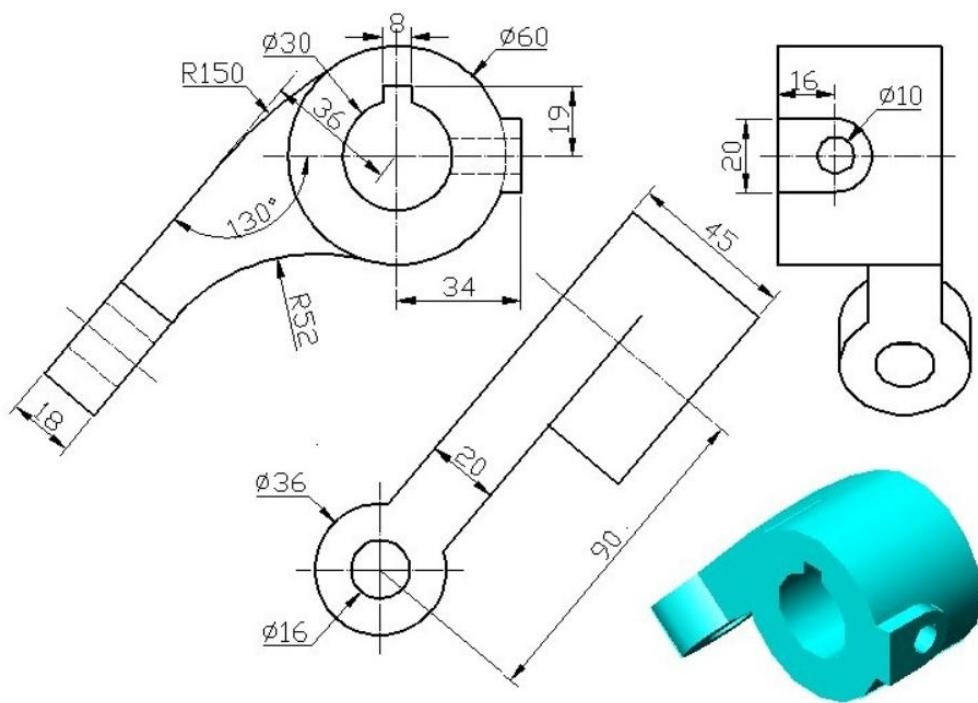

图 J1-9 三维零件 9
- ① 在盘下建立考生文件夹，文件夹名称为“场次-工位号”，所有文件必须保存在考生文件夹中，否则记零分；
- ② 文件名称为“J1-9”，保存在考生文件夹中；
- ③ 根据图 J1-9 所示尺寸完成三维建模；
- ④ 隐藏草图和创建的基准平面；
- ⑤ 考试过程中注意保存，考核结束时考试应立即停止操作，不得关闭电脑，离开考场。